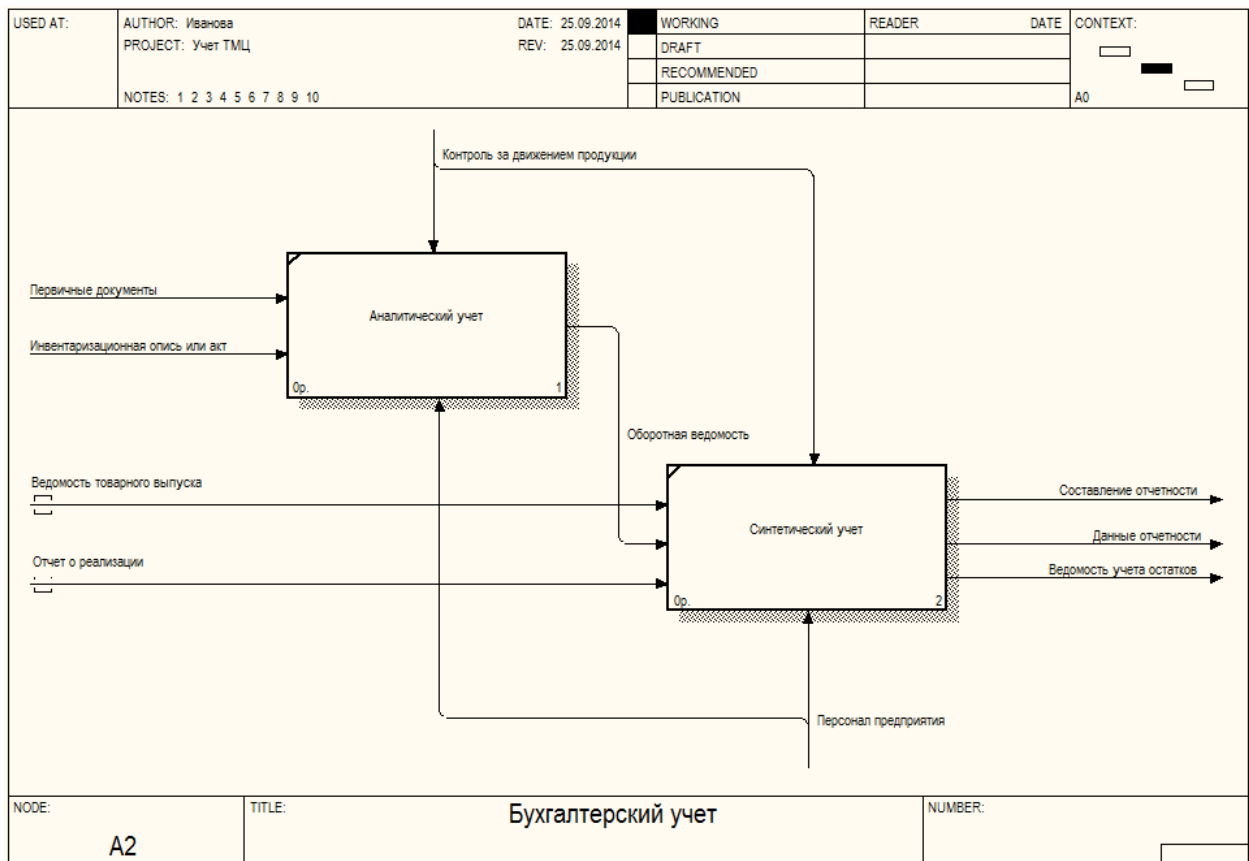

Рис. 47. Декомпозиция A2 Бухгалтерский учет
1. В соответствии с табл. 22, 23 и рис. 47 проведите декомпозицию работы *Бухгалтерский учет* по методологии *IDEF0*.